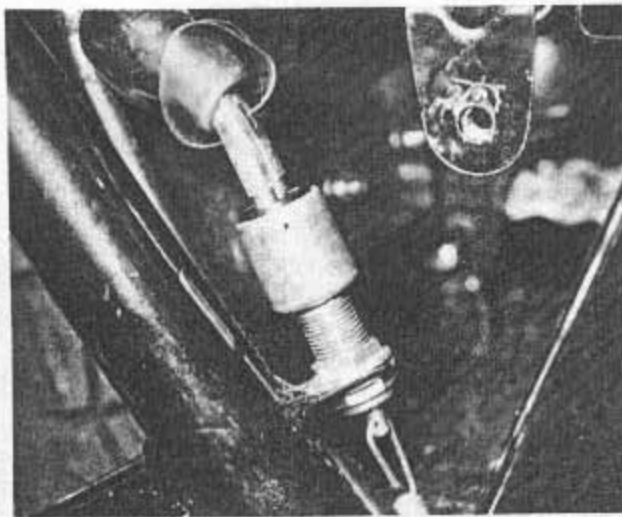

Bild 296
- Der Bremslichtschalter sitzt in einer Halterung unmittelbar über dem Bremspedal und wird über eine Verlängerungsfeder betätigt, welche mit dem Bremspedal verbunden ist. Das Gehäuse des Schalters ist mit einem Gewinde versehen, damit er sich innerhalb gewisser Grenzen einstellen lässt (Bild 296).